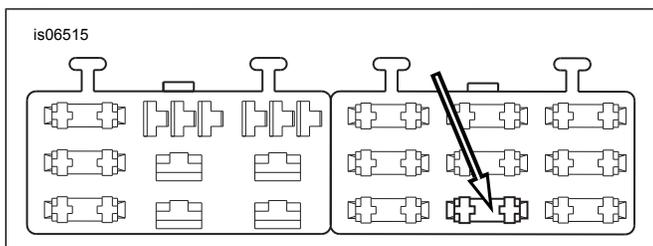

Figure 8. Cavité du bloc fusibles « OPEN » (libre) (Dyna 2004 et plus récents)
- Voir Figure 8. Repérer la cavité de fusible (1) marquée « OPEN » (ouverte) sur le couvercle du bloc fusibles dans le bloc fusibles de droite. Insérer la borne sur le fil adaptateur orange/blanc jusqu'au fond. Examiner une autre borne installée à l'usine pour effectuer une comparaison et s'assurer de l'orientation et la profondeur correctes.